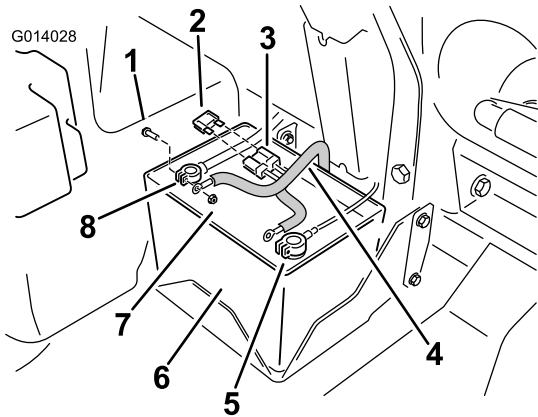

図 17
- 4. ハーネスについている赤いリング端子を、赤いバッテリー・ケーブルの端子に接続する (図 17)。
- 5. 黒色のリング端子をバッテリーのマイナス端子に接続する (図 17)。
- 8. バッテリーに戻り、ハーネスのコネクタにヒューズを取り付ける (図 17)。